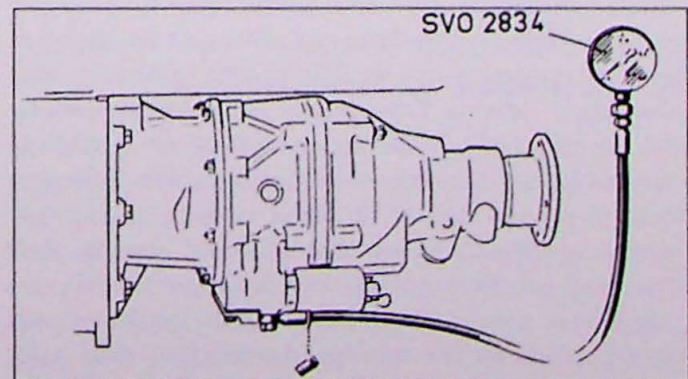

Fig. 7.23. Controle van de oliedruk
1. Verwijder de plug onder de bedieningsklep en sluit oliedrukmeter SVO 2834 aan (Fig. 7.23).